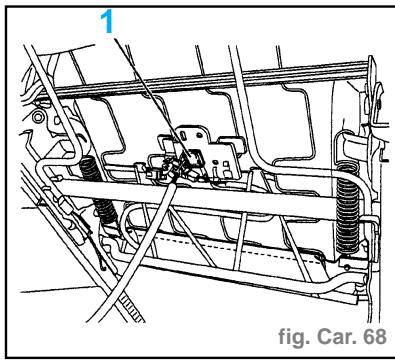

fig. Car. 68
- Débrancher les connexions électriques (1) (fig. Car. 68).